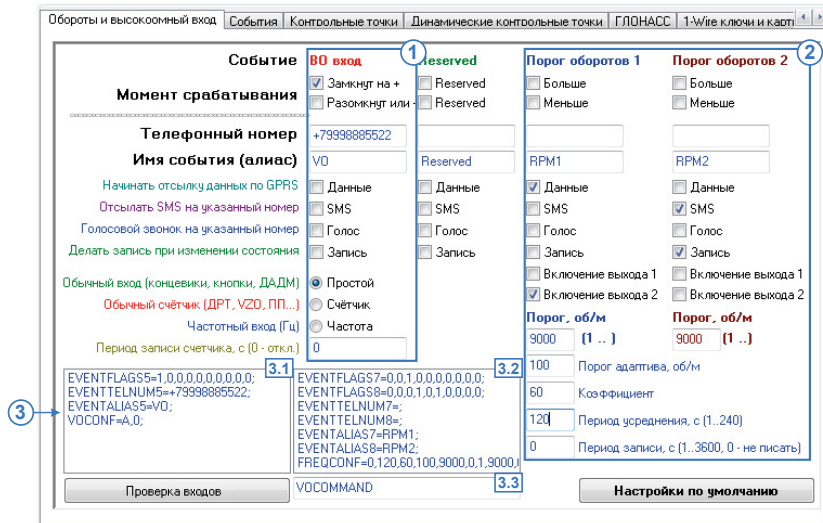
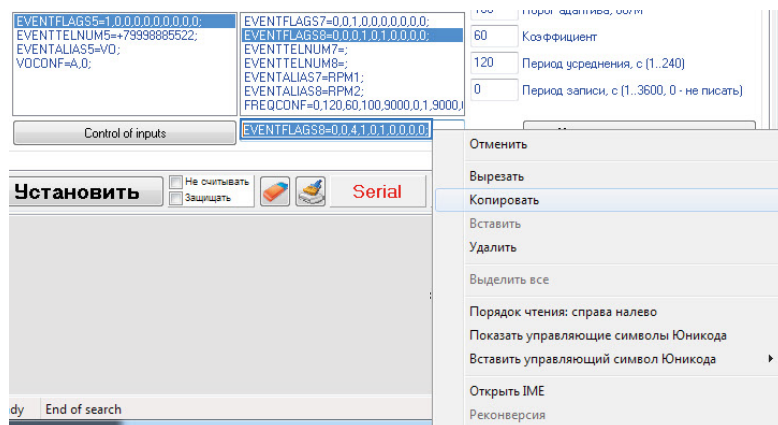

Рис.30. Обороты и высокоомный вход.
Рис.31. Копирование команды.
1. Настройка высокоомного входа. Для корректной работы высокоомного цифрового входа необходимо для события «ВО вход» настроить следующие параметры (Рис.30, п.1):
2. Настройка RPM входа. Всего в контроллере «АвтоГРАФ» может быть задано два порога срабатывания RPM входа – Порог оборотов 1 и Порог оборотов 2 (Рис.30. п.2). Для корректной обработки каждого порога необходимо настроить следующие параметры:
3.0. Управляющие команды. В данных полях отображаются управляющие команды бортового контроллера «АвтоГРАФ», предназначенные для настройки высокоомного входа (Рис.30, п. 3.1) и RPM входа (Рис.30, п. 3.2). Во время установки параметров на вкладке «Обороты и высокоомный вход» управляющие команды заполняются значениями, согласно заданным настройкам.
- команда будет перемещена в поле для редактирования (Рис.30, п. 3.3). В этом поле Вы можете изменить параметры команды, затем скопировать ее, применив комбинацию клавиш Ctrl+A, Ctrl+C или нажав правую кнопку мыши на команде и выбрав нужную опцию в появившемся меню (Рис.31).